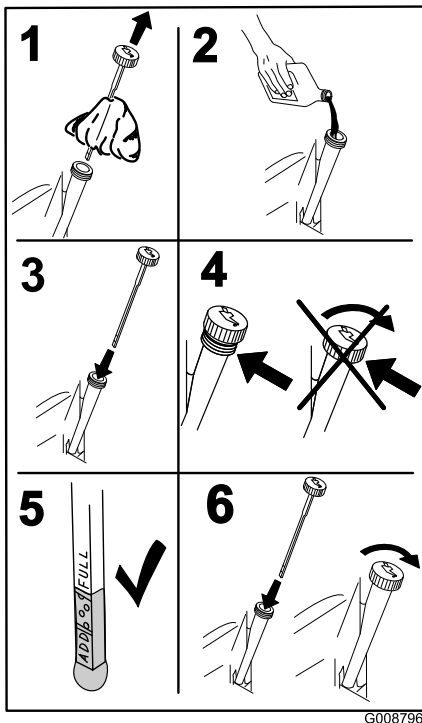

Figure 43
- Versez lentement environ 80 % de l'huile spécifiée dans le tube de remplissage puis faites l'appoint lentement jusqu'à ce que le niveau atteigne le repère du plein (**Full**) (Figure 43).